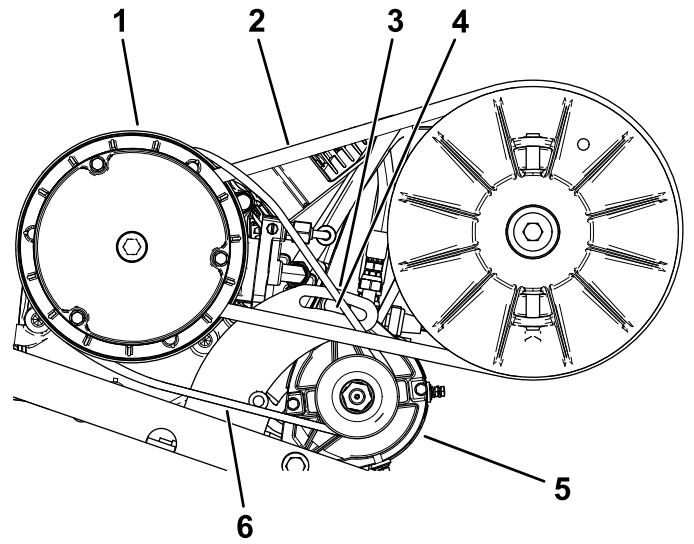

图 67
2. 拧松启动发电机的枢轴螺母图 67。
4. 向下压撬棍将启动器向下转入槽中直至当施加 44N 的力量时皮带张紧力仅允许 6mm 的皮带下压图 67。
5. 用手拧紧枢轴螺母并取下撬棍图 67。